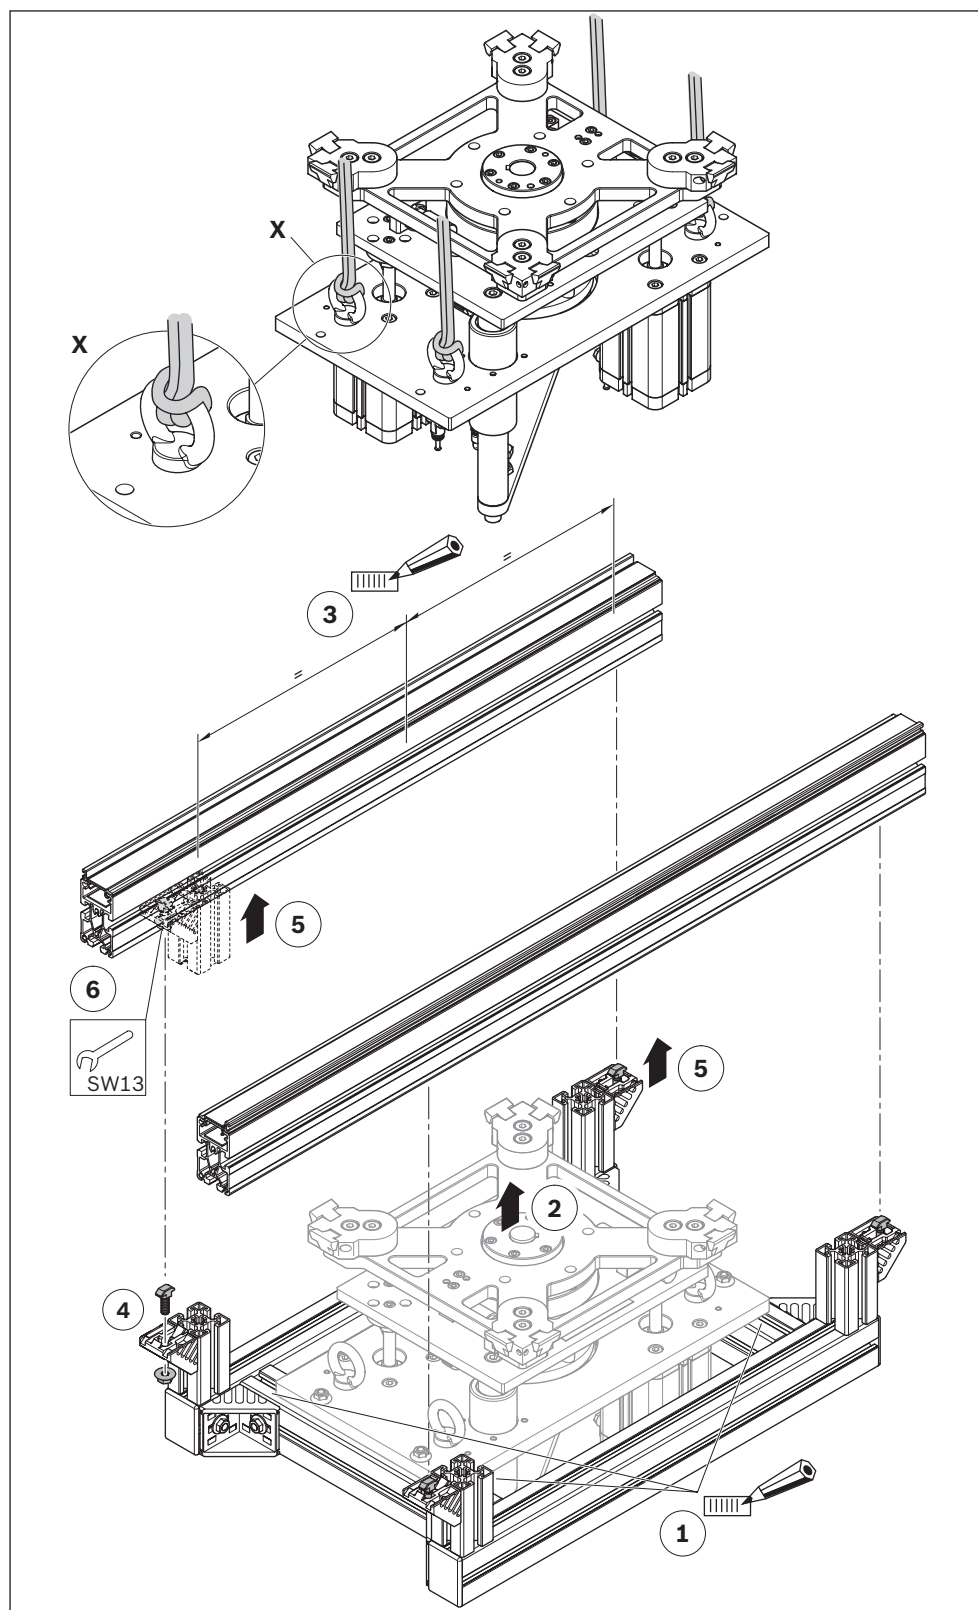

Fig. 9: Montaje de la unidad de elevación y giro HD 2/H de tamaño constructivo 2 y 3 en el tramo ST 2 (aquí tamaño constructivo 2 180° para WT 2, WT 2/F)
Utilice una ayuda de elevación para levantarlo. Como punto de enganche para una eslinga redonda, p. ej., sirven los cáncamos (X) de la placa base (véase Fig. 9)